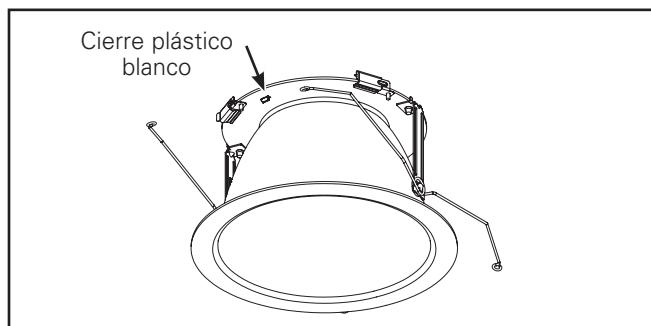

Figura 15.
3. Introduzca la unidad de la óptica en el soporte del motor LED y alinéela con las ranuras de apertura en el soporte del motor LED (Figura 15).